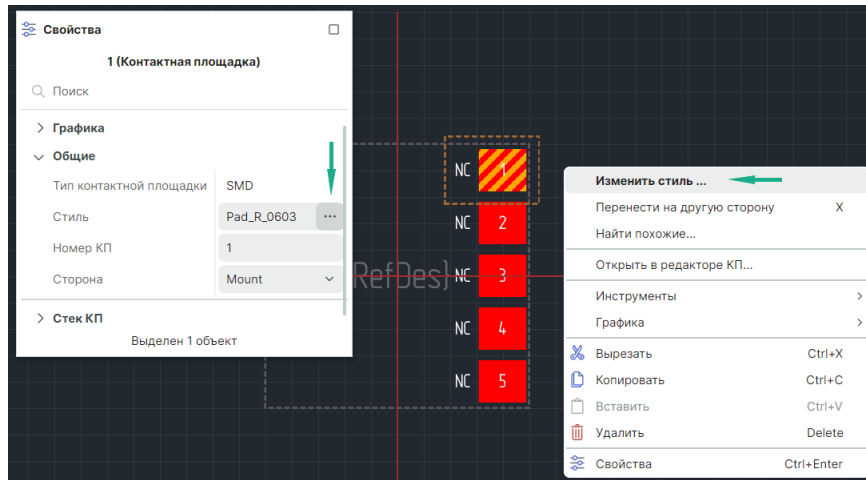

Рис. 117 Изменение стиля контактной площадки
2. Вызовите контекстное меню и выберите «Изменить стиль ...» или нажмите на символ «...» в поле «Свойства» → «Общие» → «Стиль», см. Рис. 117.